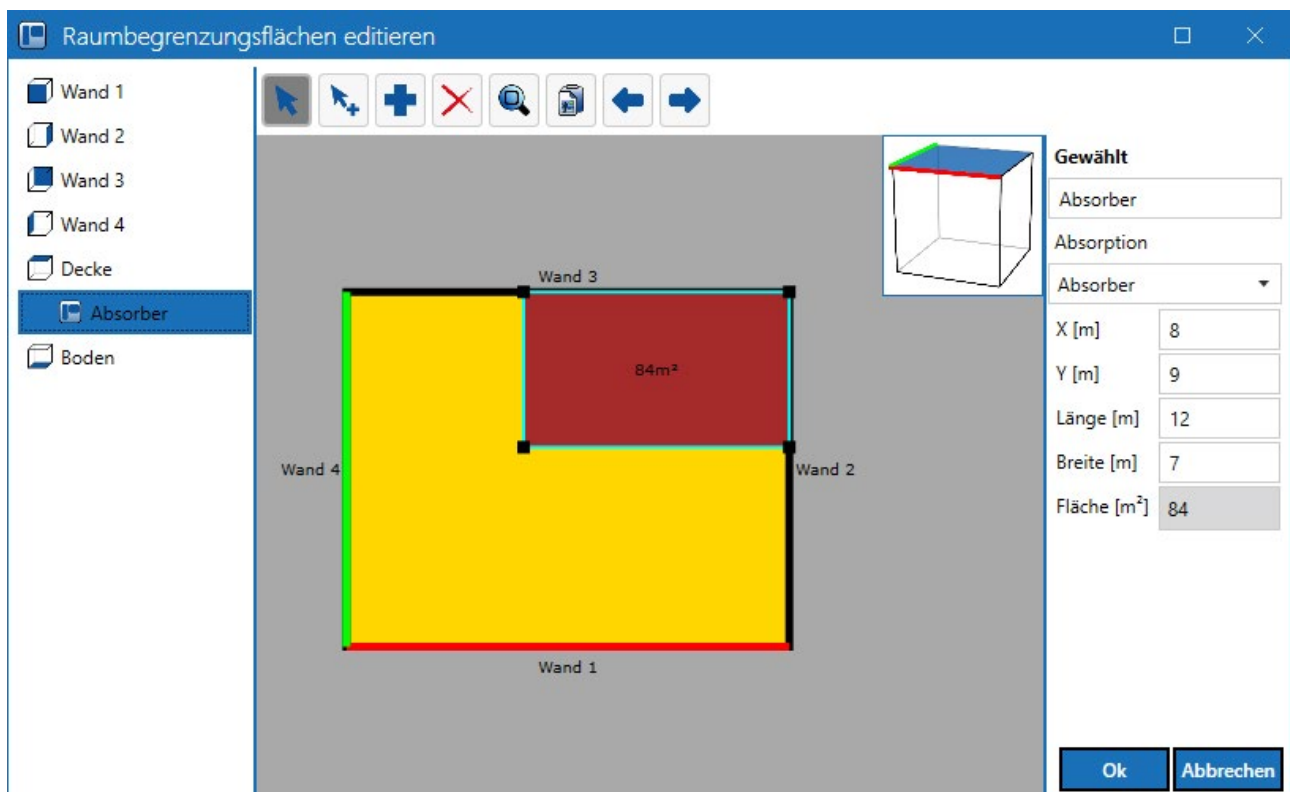

Abb. 14 Dialog Raumbegrenzungsflächen editieren, Beispiel
4. Nach einer Neuberechnung  ergibt sich beispielhaft am Immissionsort „Montage 1“ ein Pegelminderung von 84,2 dB(A) auf 80,2 dB(A). Alle Immissionsorte weisen einen Pegel < 85 dB(A) auf (orangene Einfärbung).
- Absorption: „Absorber“(Abbildung 14 zeigt die Eingabe der Teilfläche)
| Abbildung 14 | Dialog Raumbegrenzungsflächen editieren, Beispiel | 20 |